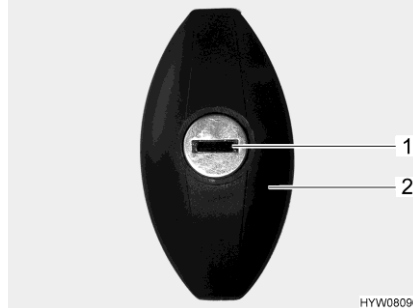

Bild 42 Lucklås
- Stick in nyckeln i låscylindern (Bild 42,1) och vrid ett halvt varv moturs. Låshandtaget (Bild 42,2) frigörs.